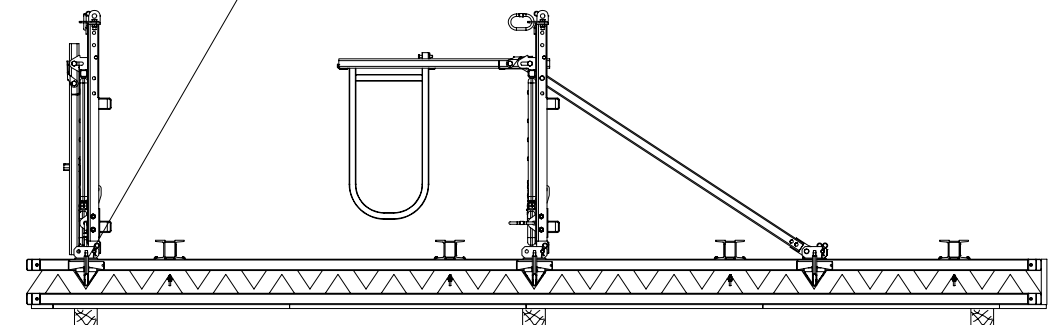

Fig. B2.10
1. Fissare la piattaforma successiva con i perni (30.3) e la coppia a molla nell'attacco piattaforma Vario. (Fig. B2.10 + B2.10a)